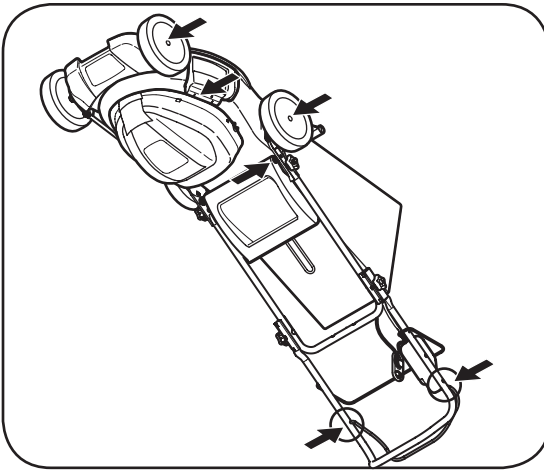

Figure 5-1
- Lubrifiez des roues au moins une fois par saison avec de l'huile fluide. Toutefois, si elles doivent être démontées pour une raison quelconque, lubrifiez la surface du boulon d'essieu et la surface intérieure de la roue avec une huile automobile légère. Voir la Figure 5-1.
- Le ressort de torsion et le point de pivotement sur le clapet arrière doivent être lubrifiés régulièrement avec une huile légère pour empêcher la rouille. Voir la Figure 5-1.